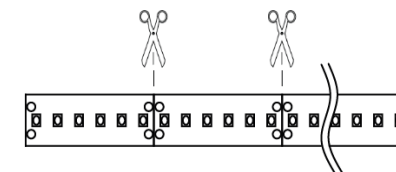

Bild 2
2. Falls erforderlich: Leiterplatte kürzen (Teilungsmaß beachten, Bild 2).